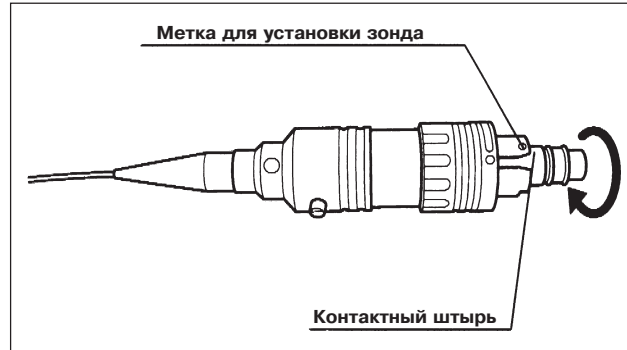

Рис. 3.6
6. После удаления пузырьков воздуха трубку коннектора введите до упора внутрь коннектора. Поверните трубку коннектора приблизительно на 30° против часовой стрелки до характерного щелчка. Убедитесь, что метка для установки зонда и контактный штырь располагаются по одной линии (см. рис. 3.6).